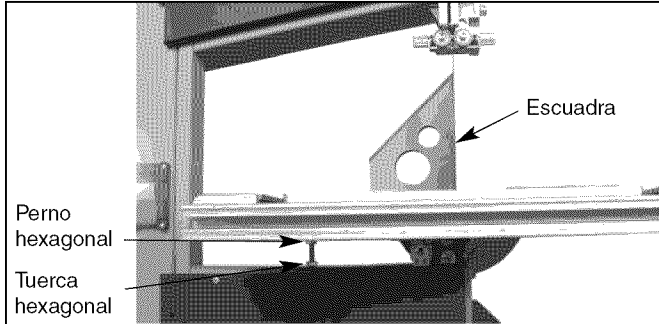

Figura 5 – Ponga la Mesa a Escuadra en las Posiciones Derecha e Izquierda
- Con una llave, afloje la tuerca hexagonal en el bastidor (véase la Figura 5).
- Ponga la llave en el perno hexagonal y ajústelo hasta que la mesa esté a escuadra con la hoja de la sierra (véase la Figura 5).